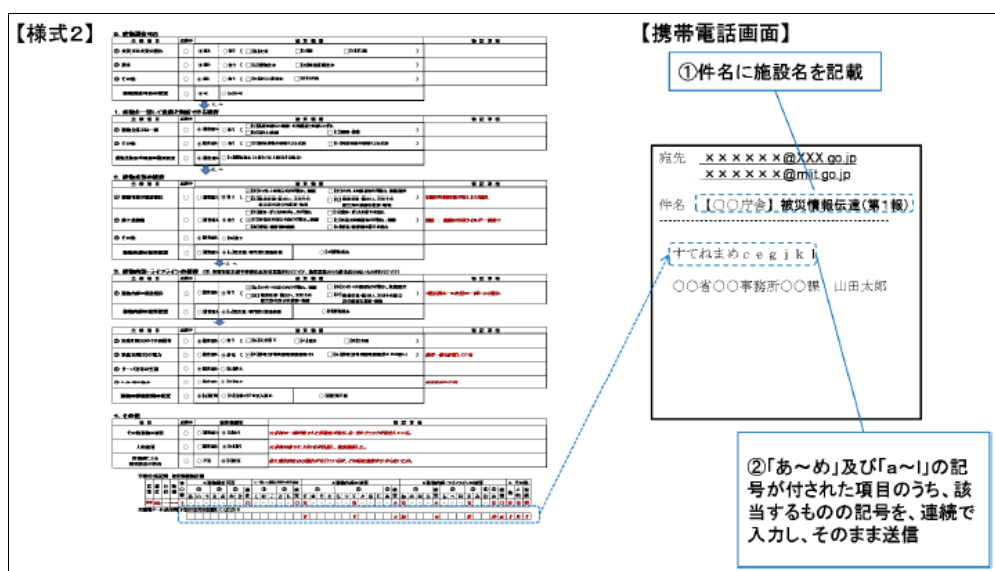

図3 携帯電話等のメールによる情報伝達の方法
■携帯電話等のメールによる情報伝達の方法は、以下の通りです。（図3参照）